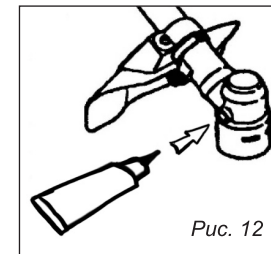

Рис. 12
**9.4. Смазка редуктора (рис. 12)**